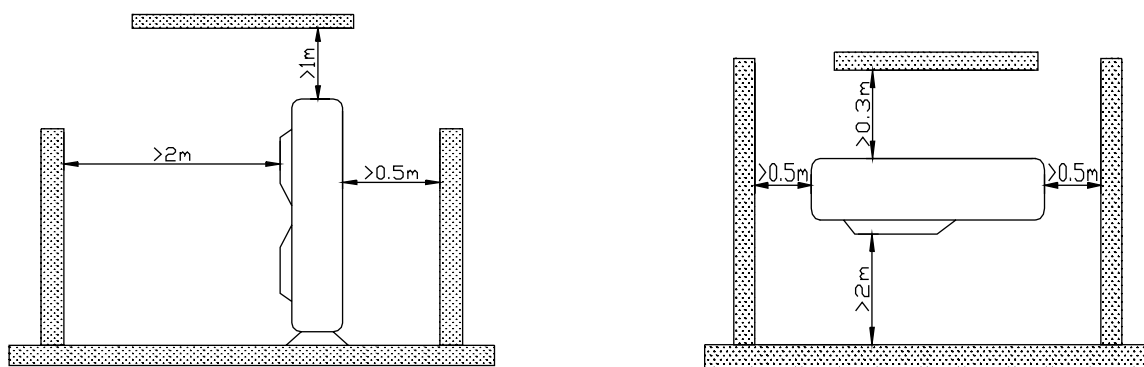

Рис.6.32 — Требования по размещению наружных блоков моделей GMV(L)-100W/A, GMV(L)-150W/AS
6.5.7.1 Модели GMV(L)-100W/A, GMV(L)-150W/AS (рис.6.32)